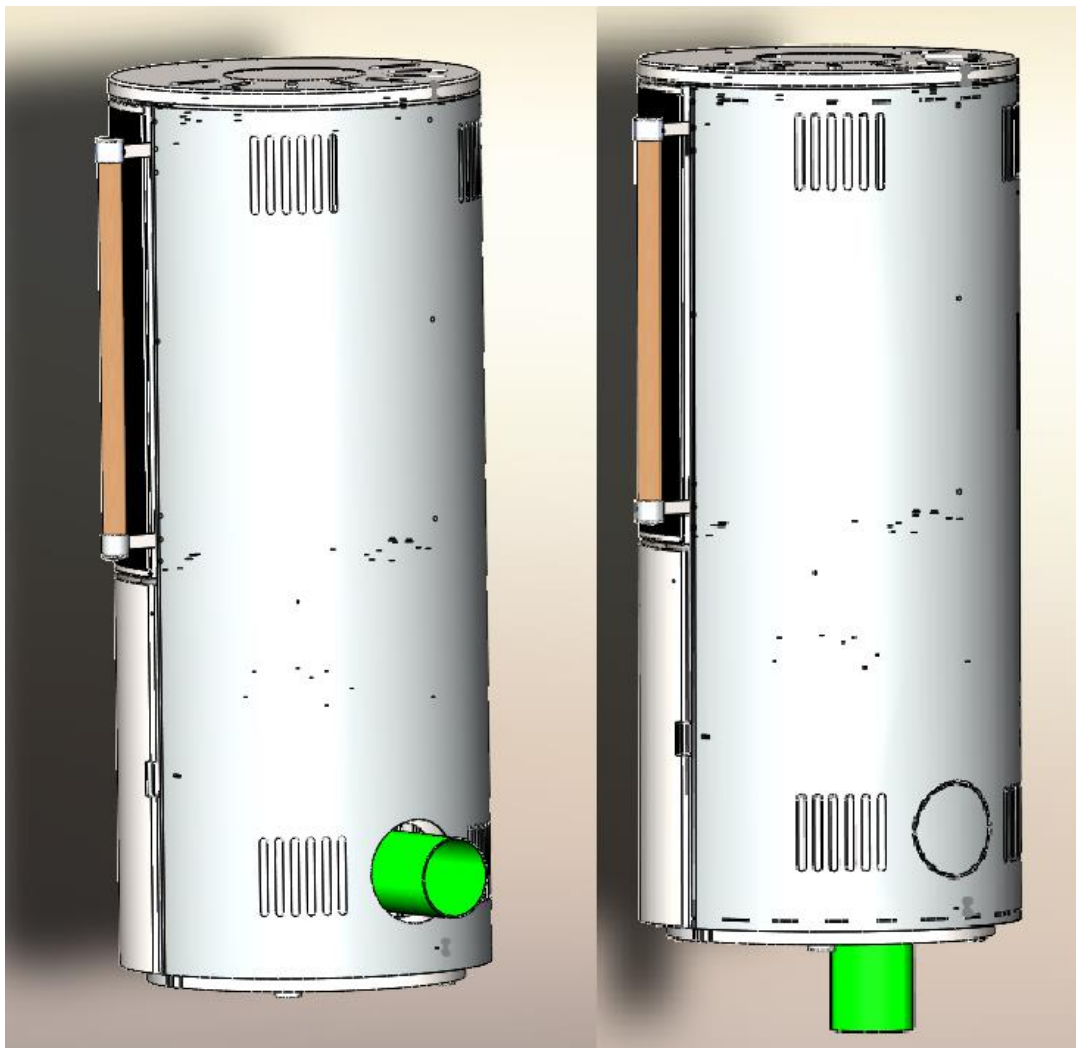

Figura 4 Collegamento per l'aria esterna sul retro/in basso
5. Figura 4 Collegamento per l'aria esterna sul retro/in basso	Pagina 7